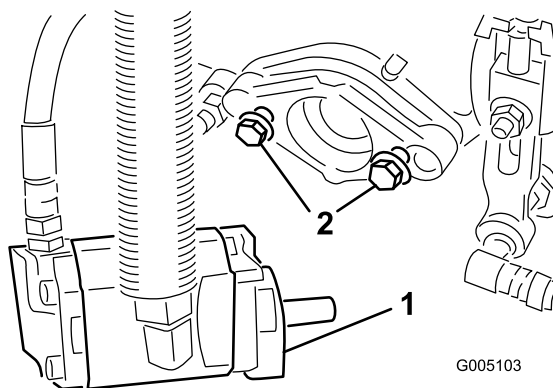

Figura 11
7. Coloque los pernos de montaje del motor de tracción del molinete (incluidos con la unidad de corte) en cada unidad de corte. Deje expuesta 13 mm aproximadamente de rosca en cada tornillo de montaje (Figura 11).
11. Apriete los pernos de montaje (Figura 11).